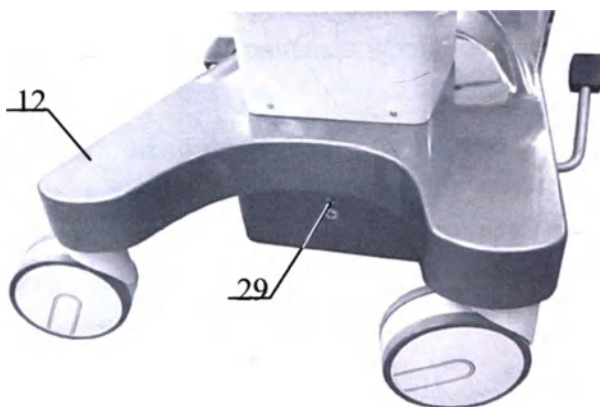

Рисунок 2 – Зажим защитного заземления
5.7 Подсоедините стол к контуру наружного заземления с помощью заземляющего зажима (клеммы) 29 (рисунок 2), расположенного в шасси 12 основания стола.